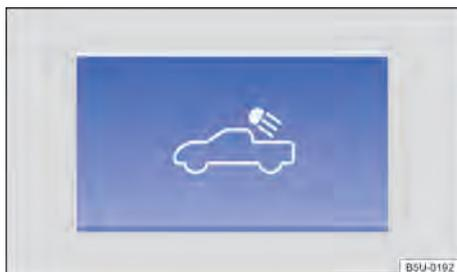

Fig. 66 En la consola central: tecla de iluminación del compartimento de carga.
- Para *conectar*: presionar la tecla → fig. 66 en el panel de instrumentos.
- Para *desconectar*: presionar nuevamente la tecla → fig. 66 en el panel de instrumentos, desactivar la luz de posición o conectar el encendido del vehículo.